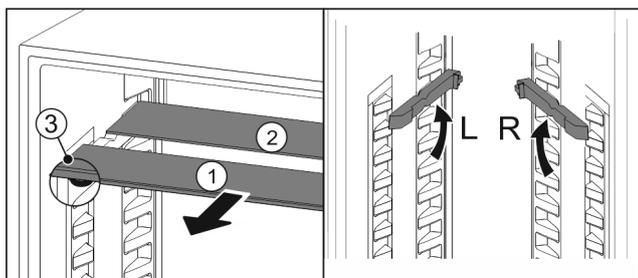

Fig. 94
- ▶ Vytiahnite sklené dosky jednotlivu dopredu Fig. 94 (1).
- ▶ Sklená doska Fig. 94 (1) s ozdobnou lištou leží vpredu.
- ▶ Zarážky Fig. 94 (3) ukazujú nadol.